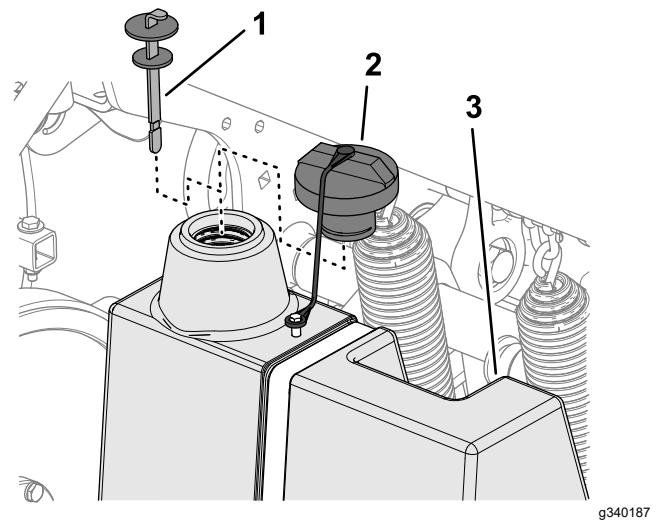

图 168
3. 清洁液压油箱加油颈和油箱盖周围的区域 (图 168)。从加油颈上取下盖子。